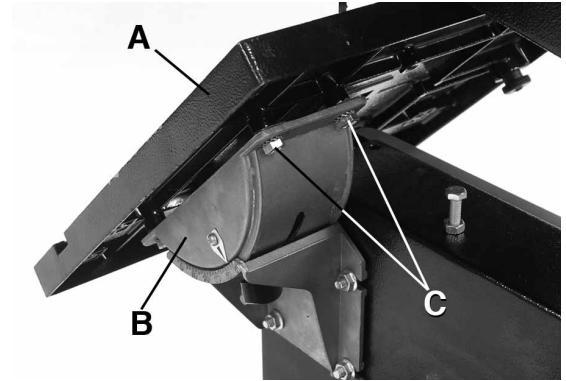
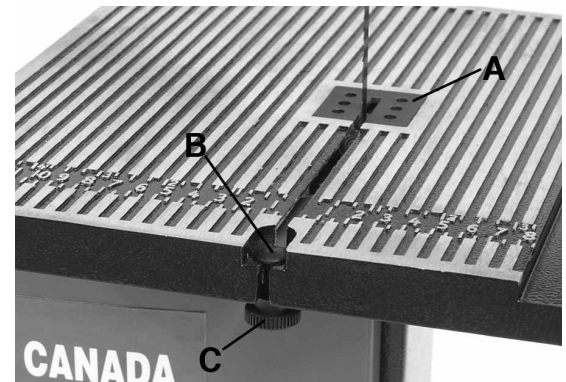

FIGURE 4
FIGURE 5
- 1) Retirez le boulon de carrosserie et l'écrou en plastique de la table (voir B & C Fig.5) pour que la lame puisse glisser à l'intérieur de la table. Glissez la lame à travers l'ouverture dans la table et placez la table (A) Fig.4 sur le tourillon (B).
- 3) Fixez la table au tourillon en utilisant quatre boulon hexagonaux et rondelles dentelée (C) Fig.4.
- 4) Placez l'insertion de table (A) Fig.5 dans l'ouverture carrée de la table. Réinstallez le boulon de carrosserie (B) et l'écrou en plastique (C).